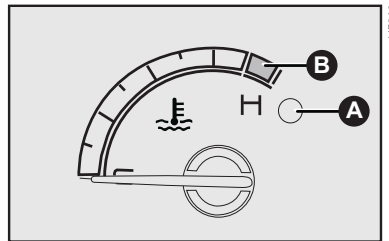

fig. 28
## INDICADOR DE TEMPERATURA DO LÍQUIDO DE ARREFECIMENTO DO MOTOR - fig. 28
Em regime de funcionamento, normalmente, o ponteiro deve estar sobre os valores centrais da escala. Se chegar perto da marca vermelha na escala **B-fig. 28**, significa que o motor está sendo muito solicitado e é necessário reduzir a exigência de desempenho.
**Advertência:** se o indicador estiver no início da escala (temperatura baixa) com a luz-espia de excesso de temperatura A-fig. 28 ou com a luz-espia  do sistema de injeção acesa, é sinal de anomalia no sistema. Neste caso, procurar a Rede Assistencial Fiat.